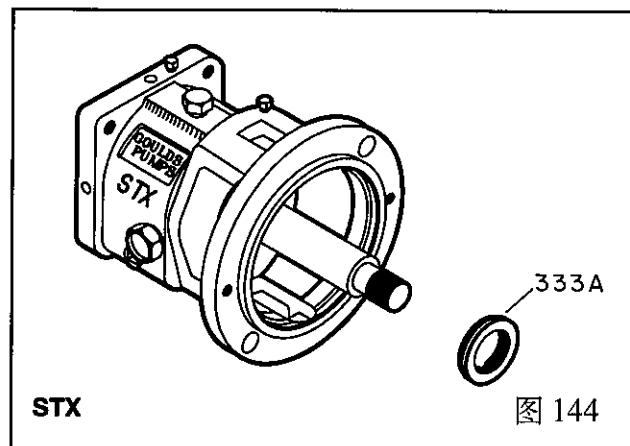

图 144
9. 将内侧的迷宫油封(333A)安装在连接架(108)/ 轴承箱(228)内，它是一个镶嵌的O型环，迷宫密封排放槽放置在底部(6点钟位置)(图144)。